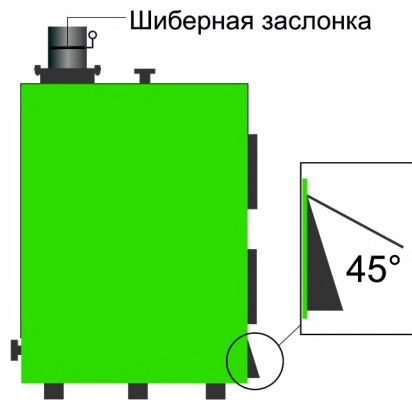

Рисунок 9.
- после этого дверцу регулировки подачи воздуха необходимо прикрыть на половину (рис. 9) так, чтобы через воздушный зазор не выхлопывался дым, если дым будет выхлопываться, то следует прикрыть дверцу регулировки подачи воздуха еще, но не полностью;